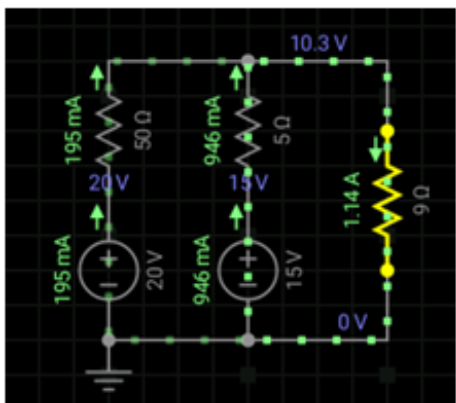

图1
2. 仿真研究。如图1所示是利用Every Circuit搭建的复杂电路。该电路由电压源和电阻元件构成,但是连接方式无法用简单的串并联电路等效分析。首先我们在Every Circuit仿真软件中的工作区(WORKSPACE),选取对应的电阻、电源,按电路原理图设置好参数,搭建仿真电路。